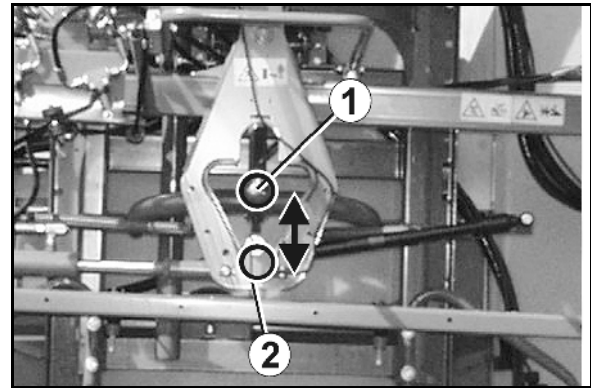

Bild 84
- Svängningsutjämnningen (Bild 84/2) är låst, när den låsta hänglåsymbolen syns i displayen.